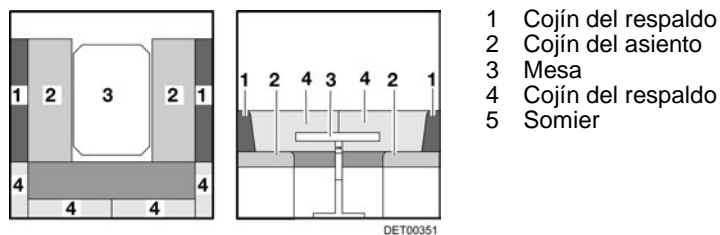

Fig. 114 Antes de la transformación
- Transformar la mesa (Fig. 114,3) en base de cama (véase apartado 7.7).